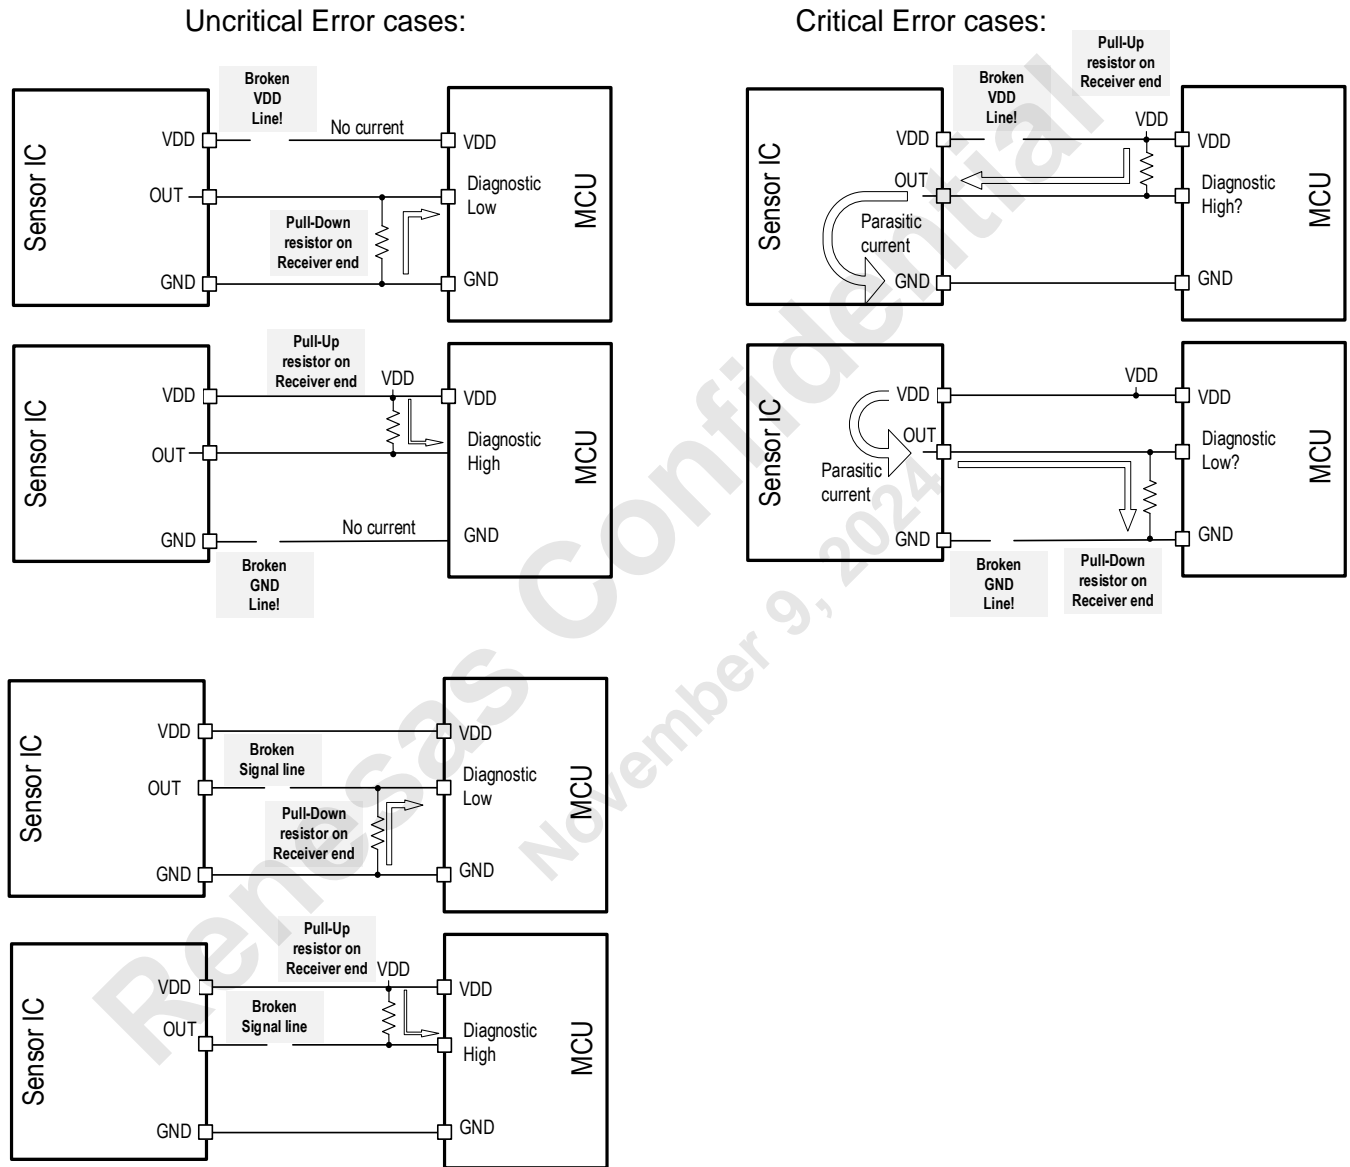
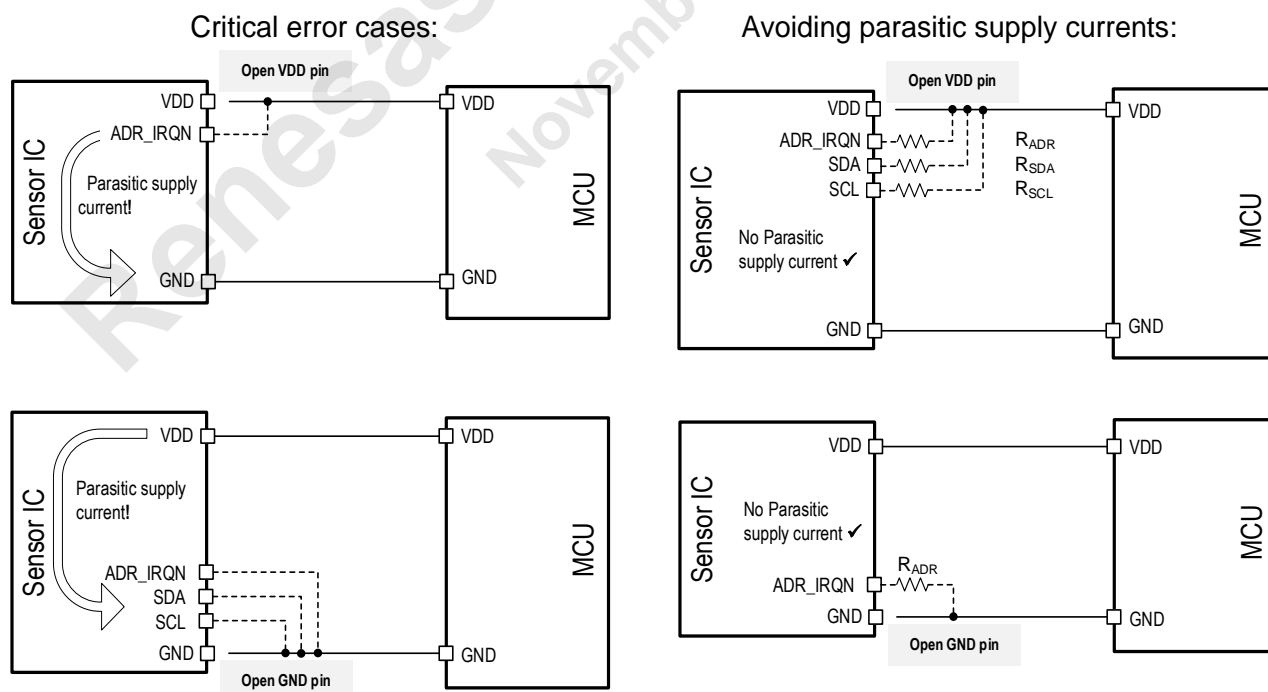

図 25 VDD または GND ラインの断線によるアナログ出力の寄生電流
図 26 ADR\_IRQN 端子、SDA 端子、SCL 端子の寄生電流
電源、グランド、またはアナログ出力の断線のほとんどはアナログ出力端子の DC 電圧をモニターすることにより容易に検出可能です。図 25 左列の図を参照してください (OUT は SIN\_SCL、SINN、COS\_SDA または COSN です)。診断エラーまたは信号線断線の場合、影響を受けた端子の DC 電圧は外付けのプルアップ抵抗またはプルダウン抵抗により診断範囲 (diagnostic high または diagnostic low) へ引き込まれます。
- 受信側に外付けプルアップ抵抗が有る場合の VDD の断線 (図 25 右上の図参照):
- 受信側に外付けプルダウン抵抗が有る場合のグランド配線の断線 (図 25 右下の図参照):
VDD または GND 端子がオープンの場合、ADR\_IRQN または SDA、SCL が VDD または GND に直接接続されている場合に寄生電源電流が流れる可能性があります (図 26 の Critical error cases 参照)。このような寄生電源電流を避けるには、図 26 の Avoiding parasitic supply currents に示すように、これらの端子を VDD または GND に抵抗を介して接続します。RADR、RSDA、RSCL の値は表 14 を参照してください。
<p>p.31 図 15,図 14: SCL の接続変更</p> <p>p.32 セクション 15.2: 電源電圧の表記を 3.3V±10%または 5.0V±10%から、3.3V±0.3V または 5.0V±0.5V に変更</p> <p>p.32 セクション 15.3.1: 説明と表の追加</p> <p>p.32 図 17:抵抗と抵抗値の表記変更</p> <p>p.33 セクション 15.3.2: 参照する図の変更と表の追加</p> <p>p.17 図 18:抵抗値の表記変更</p> <p>p.34 図 19: 抵抗値の表記変更</p> <p>p.34 図 20: 抵抗値の表記変更</p> <p>p.36 図 22: 抵抗値の表記変更</p> <p>p.36 セクション 17: 図 22 の下の注記の修正</p> <p>p.37 セクション 17.1: 動作電源電圧の記載を 3.3V±10%または 5.0V±10%から、3.3V±0.3V または 5.0V±0.5V に変更</p> <p>p.37 表 22: Supply voltage range のプログラムオプションの記載を 3.3V±10%または 5.0V±10%から、3.3V±0.3V または 5.0V±0.5V に変更</p> <p>p.40 セクション 18.2.1.2: 説明文の修正、追加</p> <p>p.41 図 25: タイトル修正</p> <p>p.42 表 24: 参照する図の明記</p> <p>p.42 表 25: 参照する図の明記</p> <p>p.42 セクション 18.2.1.2:説明文修正</p> <p>p.42 図 26: 対象端子の追加、抵抗値の表記変更</p> <p>p.44 表 26: Output buffer failure の Temporary タイプの説明修正、Static タイプの追加</p> <p>p.45 セクション 18.5: CTの参照先追加</p> <p>p.48 セクション 24: 章名、表内の「注文」を「発注」に変更</p>